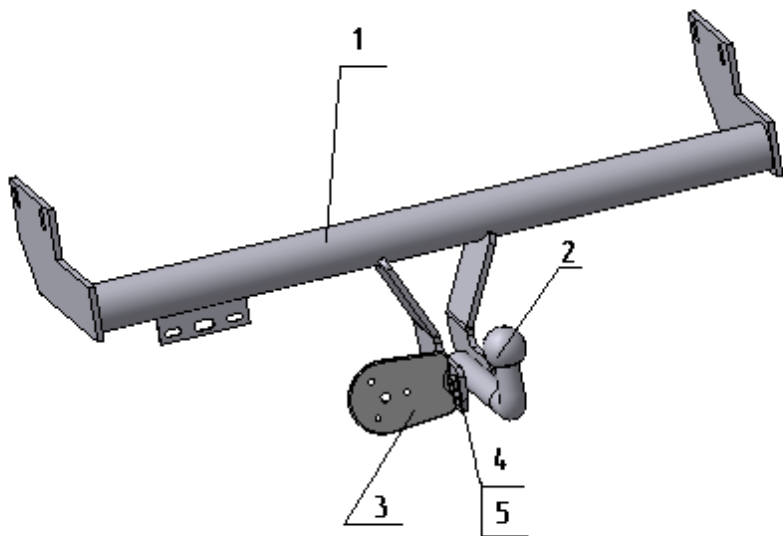

Рис.1
- согласно Рис.1 закрепить ТСУ на автомобиле с помощью крепежных элементов, снятых при демонтаже противоподкатного бруса;